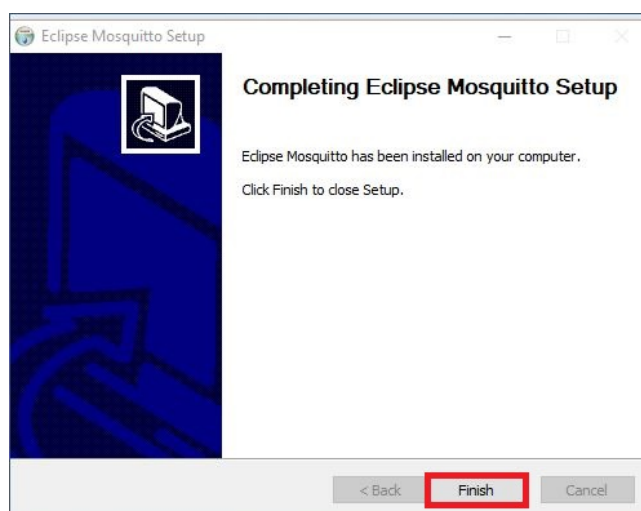

Figura 4.29: Termine installazione Fast Mode
19. Cliccare su "Finish" per terminare l'installazione del Fast Mode, figura 4.29.